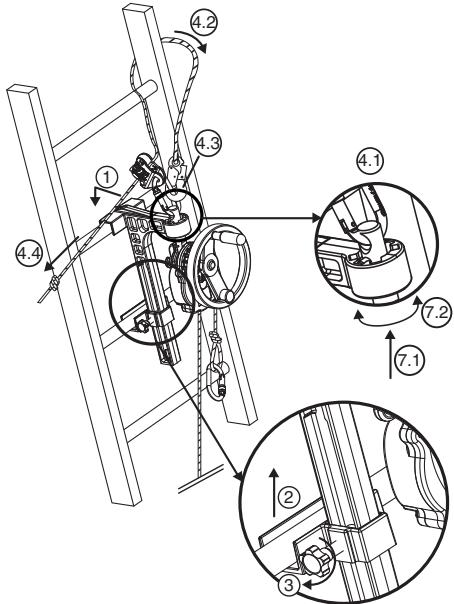

Fig. 6
#### 6.3.2 Apparecchio DEROPE™ UP B (Fig.6)
1. Posizionare la grande consolle bloccabile sul piolo della scala nella posizione scelta per effettuare l'operazione di salvataggio, al di sopra della persona da evacuare (fig. 6, 1).
2. Far risalire lo slittone di bloccaggio a livello del piolo immediatamente al di sotto di quello che riceve la grande consolle (fig. 6, 2).
3. Stringere l'asse di bloccaggio dello slittone mediante il pulsante di serraggio che si trova sul lato della consolle (fig. 6, 3).
- nel foro della parte superiore dell'asse di aggancio (fig. 6, 4.1).
- Far passare il cordino di sicurezza attorno al piolo della scala situato al di sopra della console avvolgendolo intorno ad uno dei montanti della scala (fig. 6, 4.2).
- Collegare il connettore del cordino di sicurezza al connettore del dispositivo di regolazione LCM 05 (fig. 6, 4.3).
- Tendere il cordino di sicurezza tirando sull'estremità libera (fig. 6, 4.4).
7. Orientare l'apparecchio DEROPE™ secondo la necessità modificando la posizione dell'asse di aggancio nel dispositivo di posizionamento (fig. 6, 7.1 – 7.2).